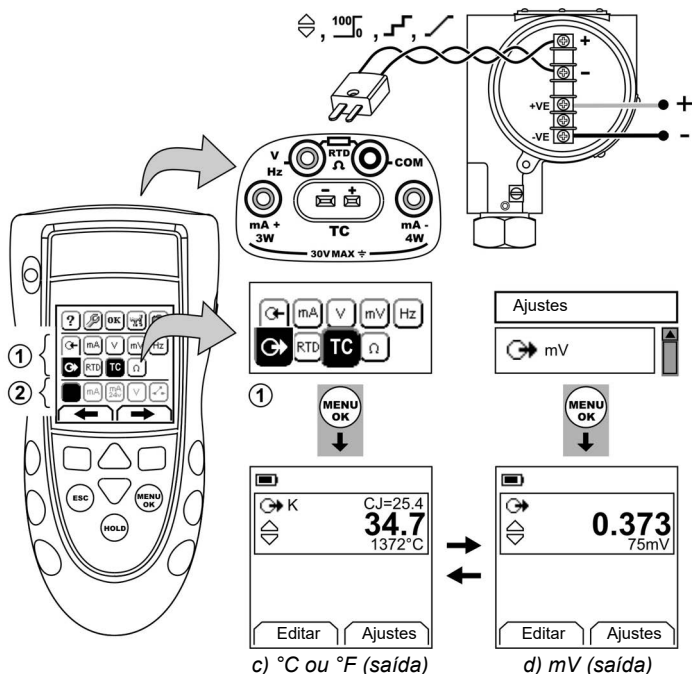

Figura 9: Exemplo de configuração: para medir/simular os valores de temperatura (°C/°F) ou mV de um TC
Conecte os fios do TC ao miniconector TC aplicável (Figura 9). A lâmina mais ampla é a negativa. Em seguida, fixe o conector no instrumento.
1. Conecte o instrumento (Figura 9) e, se necessário, ajuste a *Configuração* (Tabela 1).